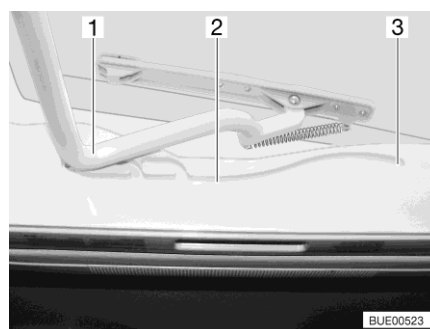

Fig. 108 Guida (oblò Heki)
- Tirare la staffa (Fig. 108,1) nelle guide (Fig. 108,2) fino alla posizione più all'indietro (Fig. 108,3).
- Spingere la staffa (Fig. 108,1) leggermente verso l'alto con ambedue le mani.
- Tirare la staffa nelle guide (Fig. 108,2) fino alla posizione desiderata.